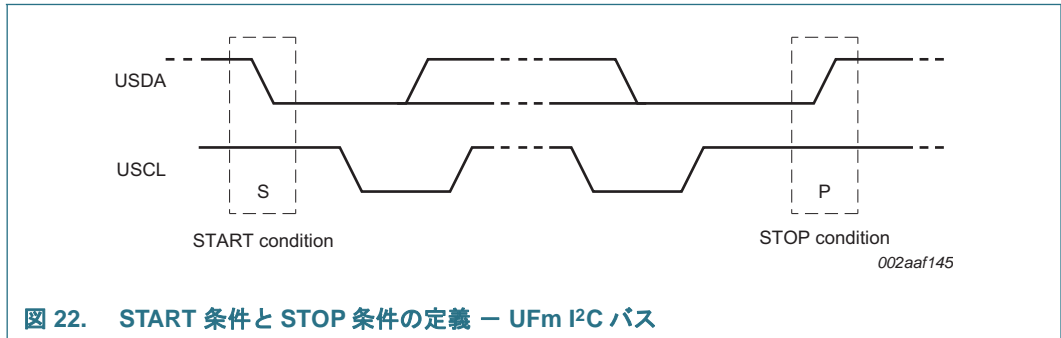

図 22. START 条件と STOP 条件の定義 – UFM I²C バス
バスがビジーでないとき、データラインとクロックラインはどちらも HIGH であることが必要です。クロックが HIGH の間におけるデータラインの HIGH から LOW への移行は、START 条件として定義されます (S)。クロックが HIGH の間におけるデータラインの LOW から HIGH への移行は、STOP 条件として定義されます (P) (図 22 を参照)。